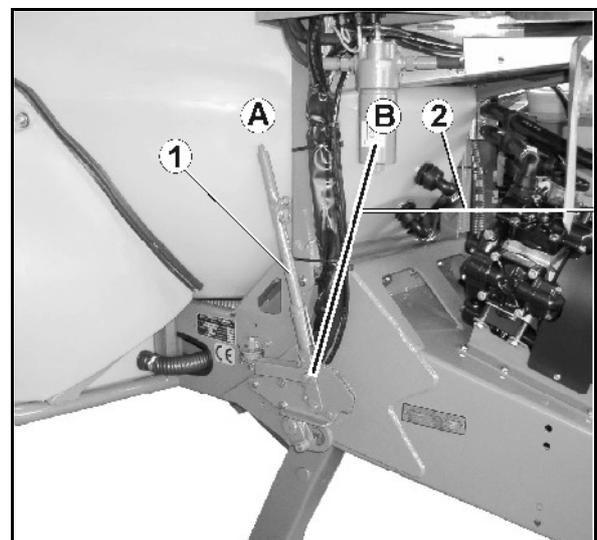

Fig. 32
- frein de parking (Fig. 32/1)
- o desserré (Fig. 32/A)
- o serré (Fig. 32/B)
- le câble (Fig. 32/2)